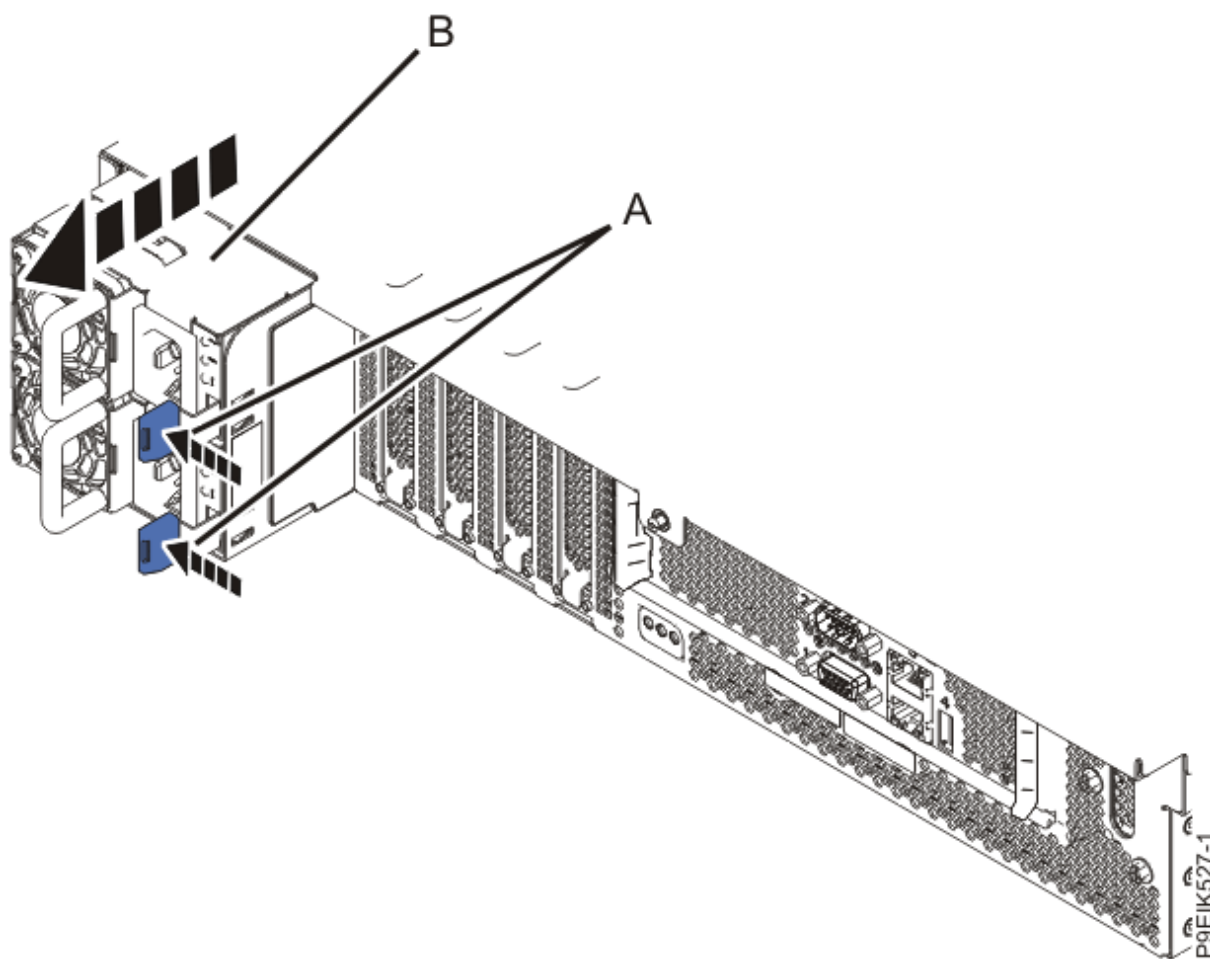

Figure 178. Retrait des blocs d'alimentation du système
5. Retirez les blocs d'alimentation du système comme illustré dans la Figure 178, à la page 199.